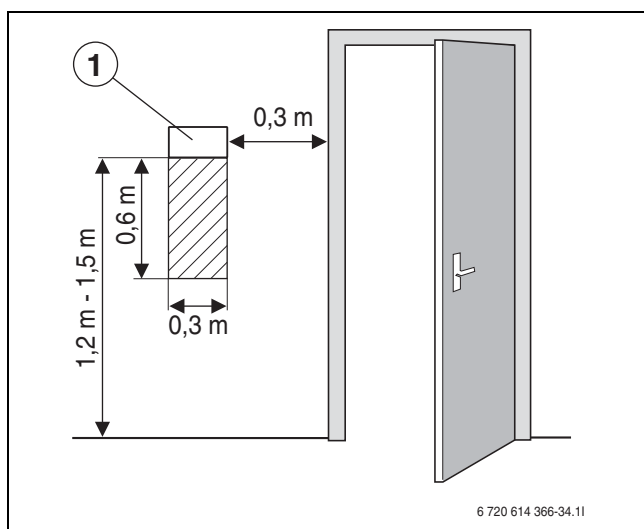

Bild 30 Rekommenderad monteringsplats för rumsgivare
- Obehindrad cirkulation av rumsluften under rumsgivaren T5 (streckad yta i bild 30 ska hållas fri).